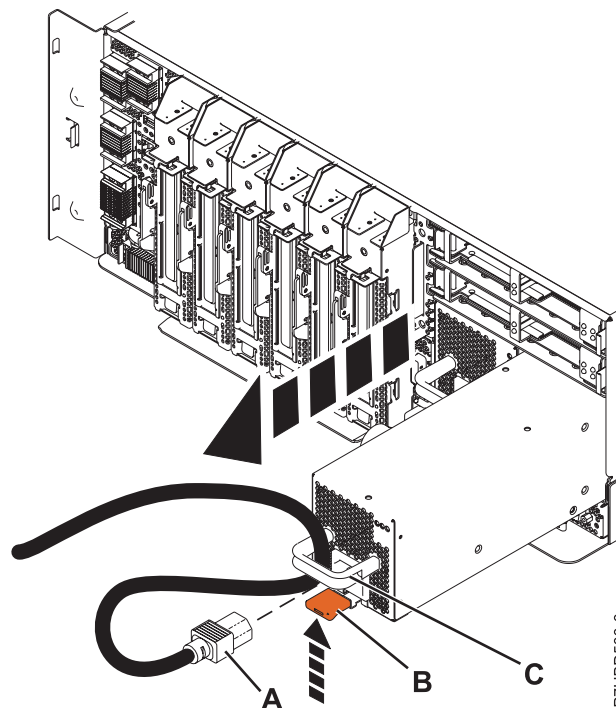

Figure 2. Retrait de l'alimentation électrique
5. Levez le taquet (B) vers la patte de fixation du cordon d'alimentation (C) pour dégager le bloc d'alimentation.
6. Débranchez le cordon d'alimentation (A).
7. Extrayez le bloc d'alimentation du système, comme indiqué dans la figure 2.